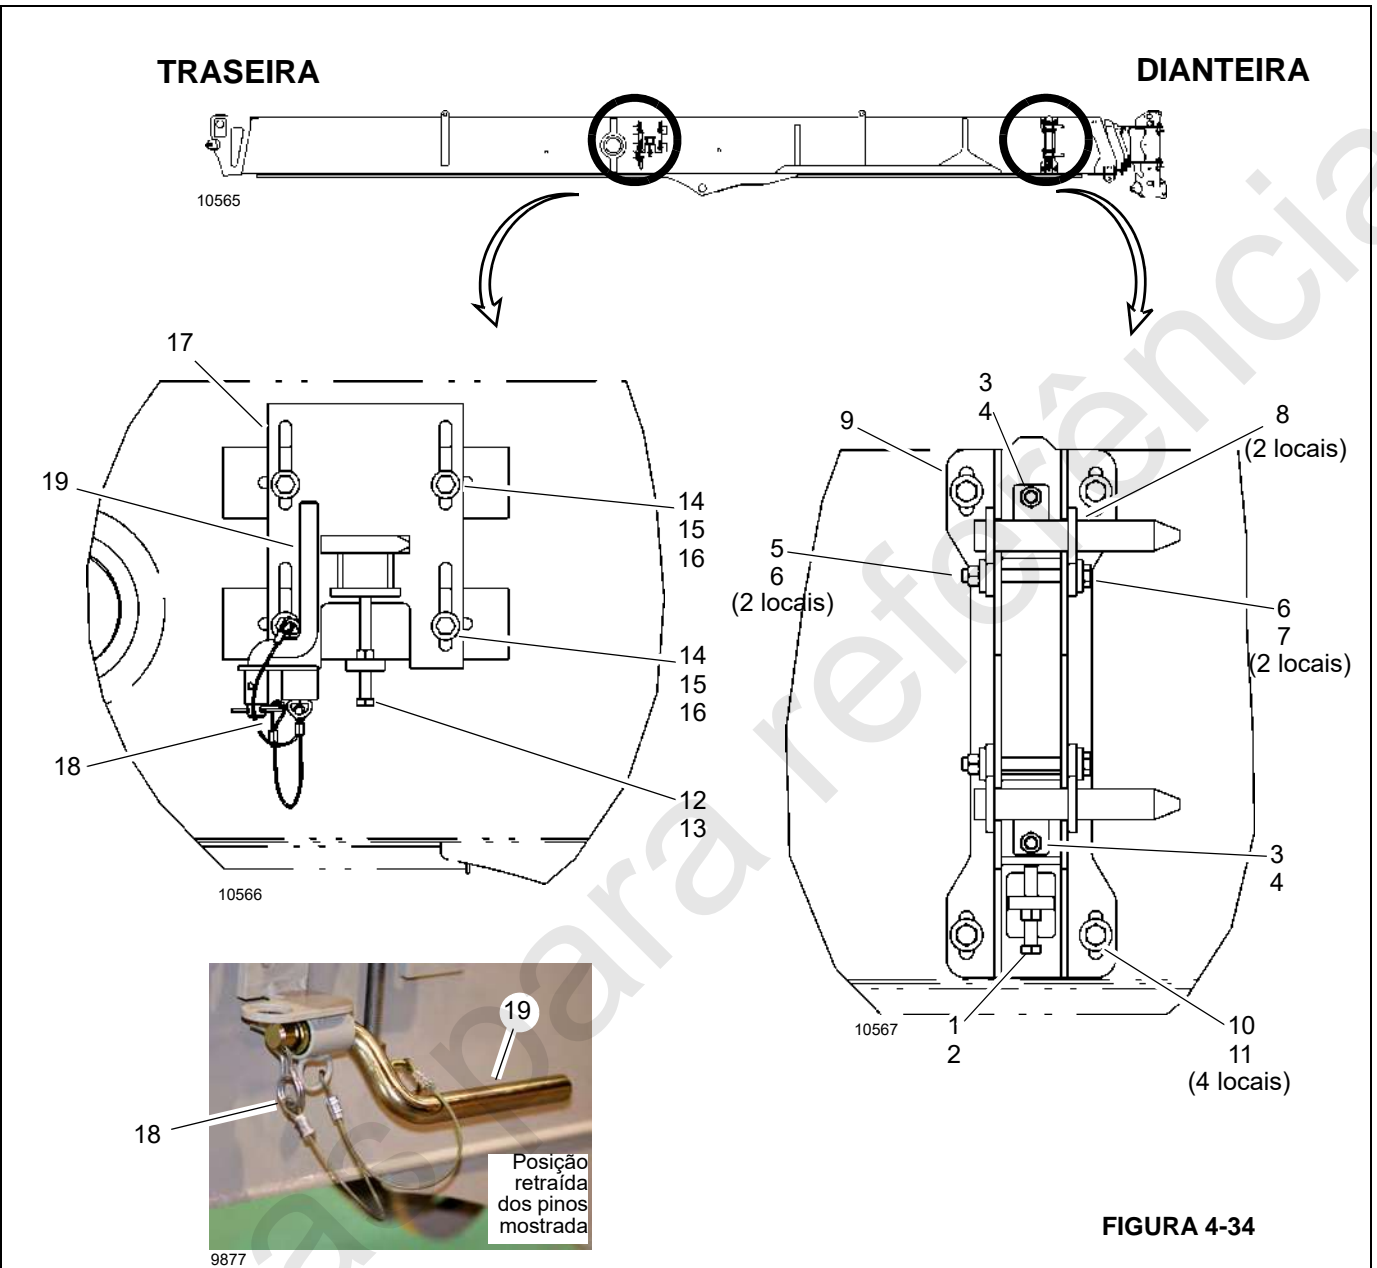

FIGURA 4-34
2. Solte a porca sextavada (1, Figura 4-34) e o parafuso (2).
3. Remova as porcas (3) dos parafusos prisioneiros (4).
4. Remova as porcas (5), as arruelas (6), os parafusos (7) e pinos (8) do conjunto do suporte dianteiro (9).
5. Remova os parafusos (10), as arruelas (11) e o conjunto do suporte dianteiro (9) da seção da base da lança.
1. Instale o conjunto do suporte dianteiro (9, Figura 4-34) usando arruelas (11) e parafusos (10).
2. Instale os pinos (8) no suporte de montagem dianteiro (9) usando parafusos (7), arruelas (6) e porcas (5).
3. Instale as porcas (3) nos parafusos prisioneiros (4).
4. Aperte a porca (1) e os parafusos (2) conforme necessário.
2. Se necessário, remova o grampo de mola (18, Figura 4-34) do pino de retração (19). Instale o grampo de mola e o pino de retração na posição de retraída para facilitar a remoção.
3. Solte o parafuso (12) e a porca (13).
4. Remova os parafusos (14), as arruelas (15), a placa (16) e o conjunto de montagem do jib traseiro (17).
1. Se necessário, remova o grampo de mola (18, Figura 4-34) do pino (19). Instale o grampo de mola e o pino de retração na posição de retraída para facilitar a instalação.
2. Instale a placa (16) e o conjunto de montagem do jib traseiro (17) usando arruelas (15) e parafusos (14).
3. Aperte o parafuso (12) e a porca (13) conforme necessário.
- a. Solte os parafusos (14, Figura 4-34).
- b. Ajuste o parafuso (12) e a porca (13) conforme necessário para ajustar a altura do suporte.
- c. Aperte os parafusos (14).
- a. Solte os parafusos (10, Figura 4-34).
- b. Ajuste o parafuso (2) e a porca (1) conforme necessário para ajustar a altura do suporte.
- c. Aperte os parafusos (10).
- a. Solte as porcas (5, Figura 4-34).
- b. Ajuste as porcas (3) conforme necessário para ajustar a posição horizontal do pino do suporte (8).
- c. Aperte as porcas (5).